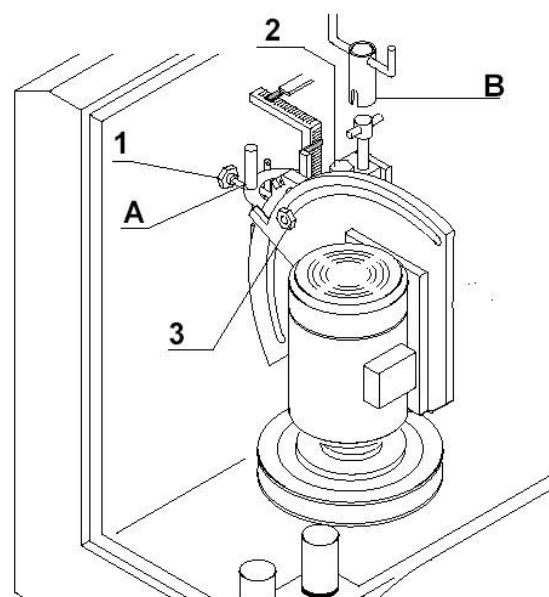

Fig. 16
2. Le réglage de l'axe horizontal se passe par le volant (Fig. 16/A). La rotation est réduite 7:1 pour permettre un réglage facile et précis.
3. Pour bloquer le glissement horizontal, serrer la poignée dans le fourreau de la glissière (Fig. 16/1).
4. Pour régler l'axe vertical, utiliser la clef en tube amovible spéciale (Fig. 16/B).
Le réglage vertical est directe et le blocage se passe en serrant la poignée dans le fourreau de la glissière (Fig. 16/2).
Le mandrin prend la position de travail comme calibre ou goutte-d'eau en dévissant le boulon 3 de Fig. 16 et en le tournant manuellement dans la position de travail désirée. L'inclinaison du mandrin peut prendre toutes les positions comprises entre 0° et 90°